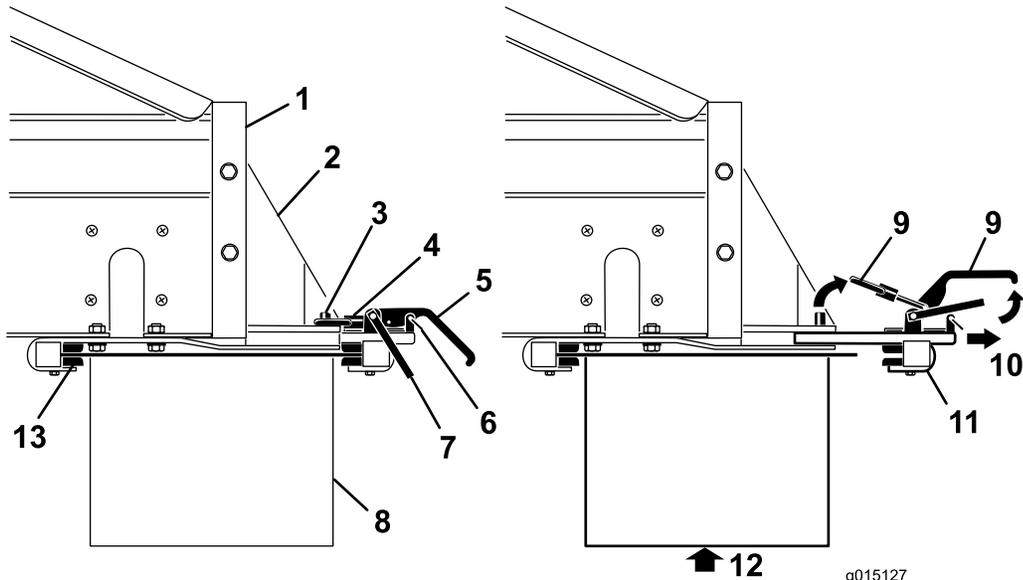

图29
1. 卸下锁紧手柄（图29）上的安全门夹。
2. 提起安全门，然后提起附件连接锁紧手柄，再从锁销中放开锁环（图29）。
3. 将后部的附件连接锁紧组件滑出快速连接槽（图29）。
4. 在协助下，将位于 MH-400 后部的双甩盘的前端插入固定架前部的锁紧装置（图29）。
5. 在为双甩盘提供支撑的同时，将后部附件连接锁紧组件滑回支架的槽内，并位于尾端上方（图29）。
7. 将安全门夹装回锁紧手柄（图29）。